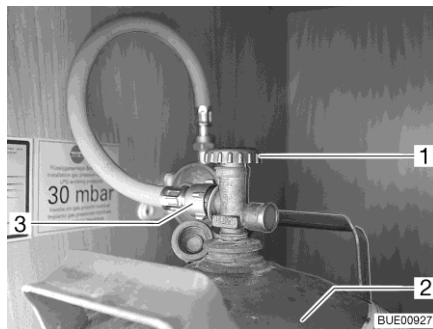

Fig. 177 Vano portabombole
- Chiudere la valvola principale di arresto (Fig. 177,1) della bombola del gas (Fig. 177,2). Osservare la direzione della freccia.
- Svitare il tubo del gas (Fig. 177,3) dalla bombola del gas.